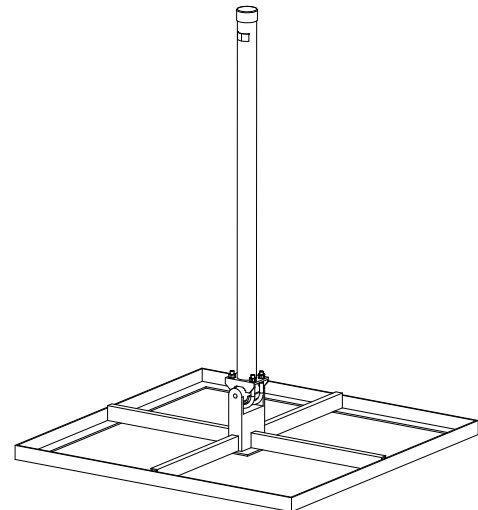

Abb. 5: Mast senkrecht ausrichten
7. Nachdem der Mast senkrecht ausgerichtet ist, die Muttern über Kreuz mit einem Anzugsdrehmoment von 55 Nm anziehen (Abb. 5).